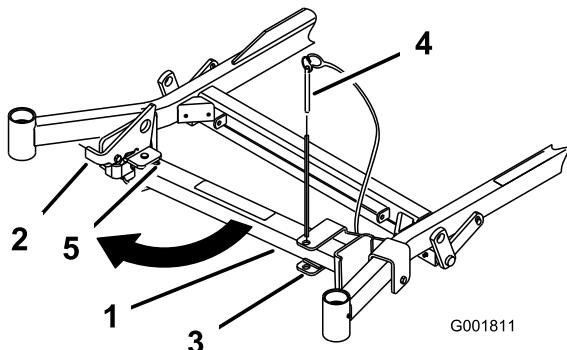
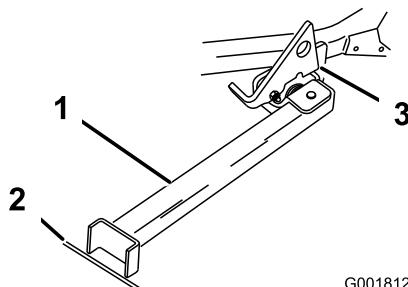

Figure 32
Figure 33
2. Retirez la goupille du support (Figure 32).
3. Soulevez le verrou. Dépliez le pied du support et poussez le support vers la machine dans la base de la fente (Figure 32 et Figure 33).
4. Posez le pied du support sur le sol et appuyez le verrou sur la languette de pivot (Figure 33).
Remarque: Pour obtenir de meilleurs résultats, placez le pied du support dans des fissures du trottoir ou du gazon (Figure 33).
6. Montez la machine sur le support. Arrêtez-vous quand le verrou retombe sur la languette en position verrouillée (Figure 33). Une fois la machine en place sur le support, serrez le frein de stationnement et coupez le moteur.
5. Ramenez le support à sa position de repos (Figure 32).